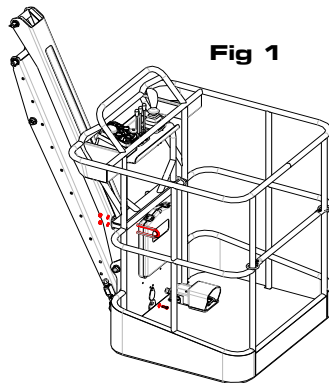

Fig 1
- dévissez les 4 écrous frein des étriers et enlevez ces derniers ainsi que les plaques (Fig.1).